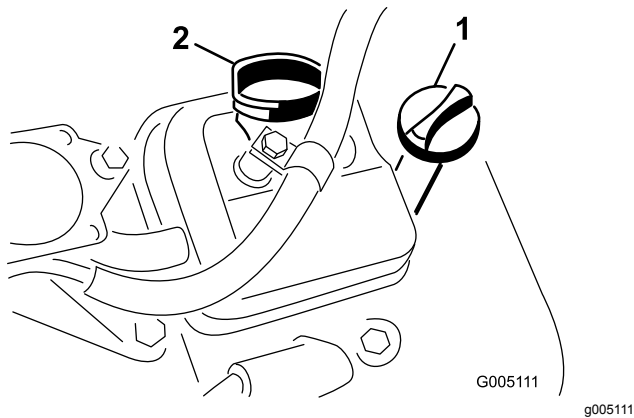

Figura 30
- Introduzca la varilla en el tubo y enrósquela en el tubo (Figura 30).